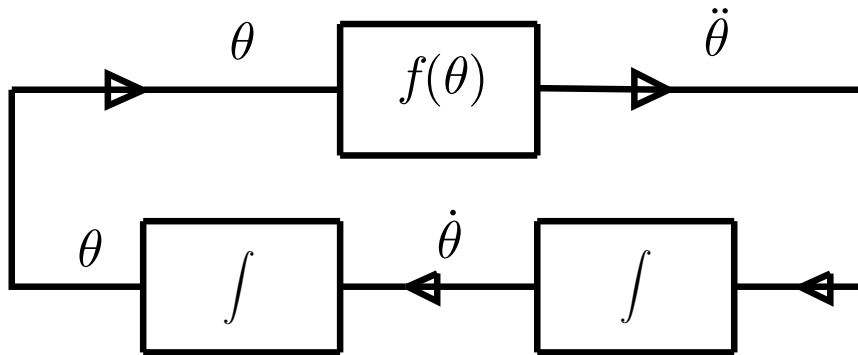

FIGURE 2 – Schéma de principe du système AMESim
3. En vous inspirant si nécessaire du schéma de principe de circuit AMESim visible en figure 2, réalisez une simulation temporelle du pendule.